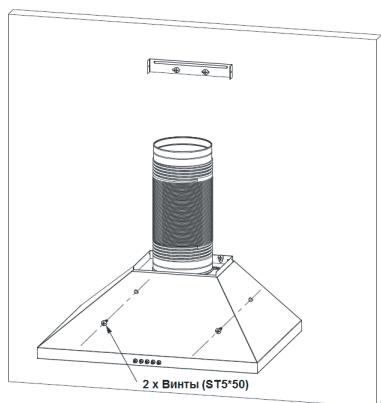

Рис. 7
5. После установки вытяжной трубы, как следует затяните винты (ST5\*50), чтобы предотвратить случайное сползание кожуха с подвесных винтов. См. Рис.7.